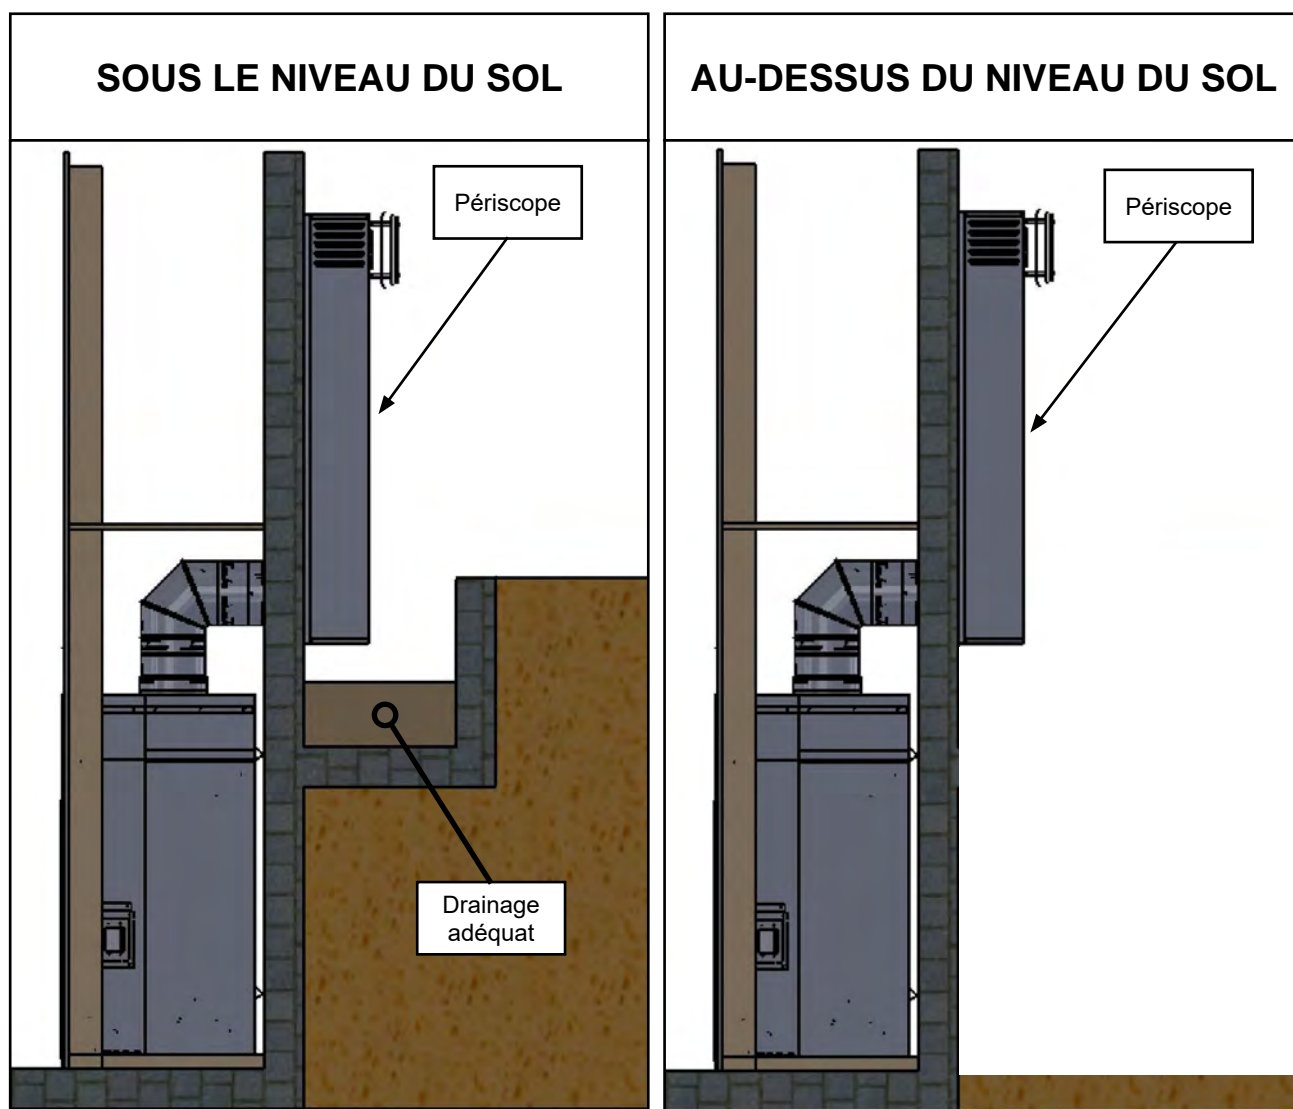

Figure 10.5.01
- Un péricope possède deux coudes de 90° qui comptent dans le calcul du nombre de coudes permis pour le système de cheminée. Par exemple, l'installation illustrée à la **Figure 10.5.01** utilise 3 coudes de 90°.
- Si la terminaison péricopique est installée sous le niveau du sol (p. ex. : pour un sous-sol), un drainage adéquat doit être conçu pour empêcher l'eau d'entrer à l'intérieur de la terminaison péricopique (voir **Figure 10.5.01**).